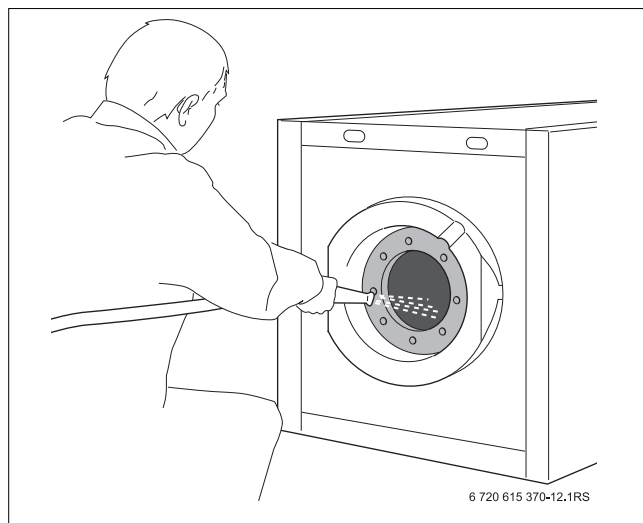

Fig. 14 Limpiar el acumulador de agua caliente
- Limpiar el acumulador de agua caliente (→ fig. 14).